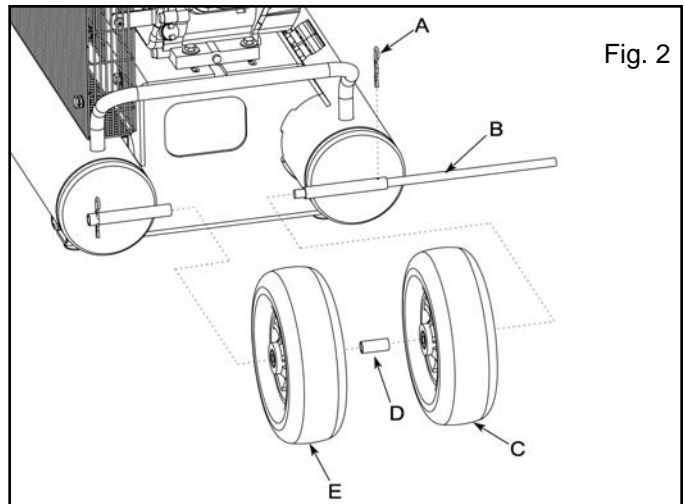

Fig. 2
- e. The wheels are disassembled. Remove the 2 wheels from the carton. Remove one of the hitch pins (A). Pull out the axle (B). Put the first wheel (C) onto the axle, push the axle through. Put the spacer (D) onto the axle, push the axle through and then put the second wheel (E) onto the axle. Push the axle in until it hits the other hitch pin. Replace the hitch pin (A) (see Fig. 2).
- e. Les roues sont démontées. Enlevez les 2 roues du carton. Enlevez une des goupilles d'accroc (A). Retirez l'axe (B). Mettez la première roue (C) sur l'axe, poussez l'axe à travers. Mettez l'entretoise (D) sur l'axe, poussez l'axe à travers et mettez alors la deuxième roue (E) sur l'axe. Poussez l'axe dedans jusqu'à ce qu'il frappe l'autre goupille d'accroc. Remplacez la goupille d'accroc (A) (voir l'Fig. 2).
- e. Las ruedas están desmontadas. Quite las 2 ruedas del cartón. Quite uno de los pernos del tirón (A). Saque el árbol (B). Ponga la primera rueda (C) sobre el árbol, empuje el árbol a través. Ponga el espaciador (D) sobre el árbol, empuje el árbol a través y después ponga la segunda rueda (E) sobre el árbol. Empuje el árbol hacia adentro hasta que golpee el otro perno del tirón. Substituya el perno del tirón (A) (véase Fig. 2).
1. Connect the battery positive (+) cable (A) to the starter solenoid terminal (Fig. 2).
2. Connect the battery negative (-) cable (B) to the bolt shown in the following illustration (Fig. 2).